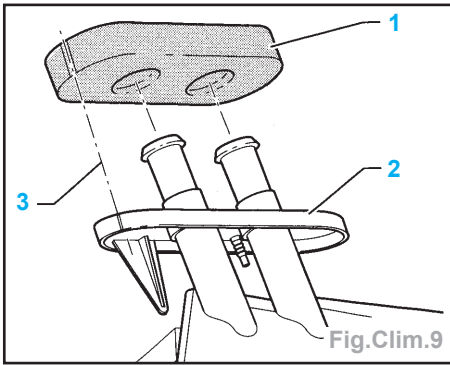

Fig.Clim.9
- Placer le joint (1) de façon à ce que la marque de montage (3) coïncide avec la marque de montage de la plaque de base (2) (Fig.Clim.9).